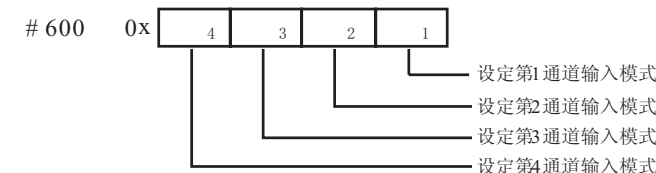

图 2-1 模式设定单元与通道对应关系
4. BFM#600: 模式设定单元。用于设定第 1 通道到第 4 通道的输入模式。具体对应关系如图 2-1 所示。